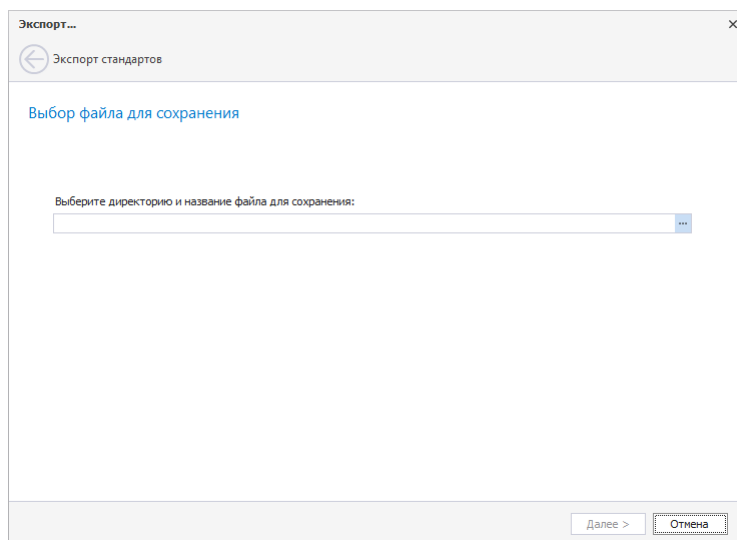

Рис. 11 Переход к выбору директории для сохранения экспортируемых стандартов
5. Укажите путь, по которому будет сохранен экспортируемый набор стандартов, Рис. 11. Нажмите «...» и в окне проводника выберите директорию для сохранения файла с набором стандартов.